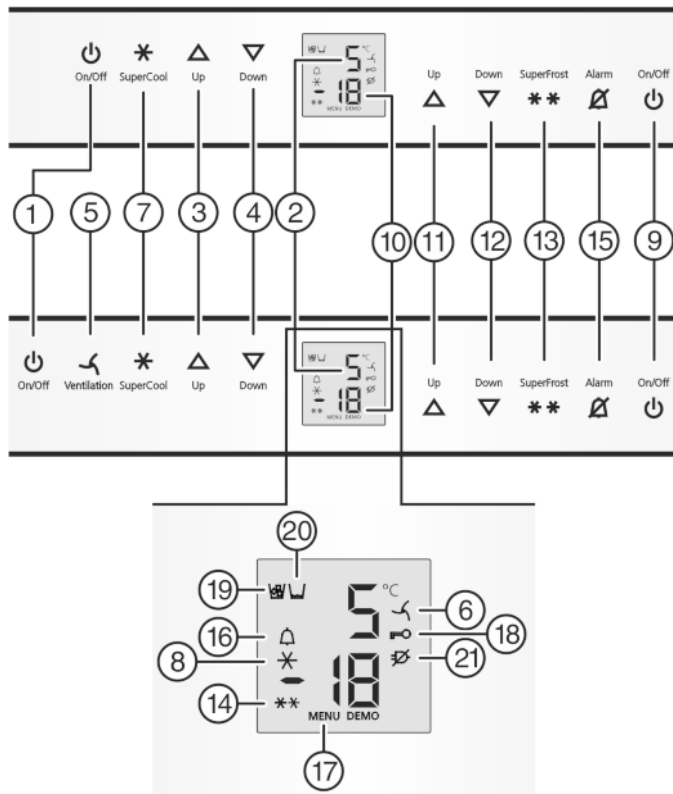

Fig. 2
- ▶ Taste On/Off Gefrierteil Fig. 2 (9) drücken.
- ▶ Taste On/Off Kühlteil Fig. 2 (1) drücken.
- ▷ Kühlteil ist eingeschaltet: Temperaturanzeige Kühlteil Fig. 2 (2) leuchtet. Beim Öffnen der Kühlteiltür geht die Innenbeleuchtung an.
- ▶ Einstellmodus aktivieren: Taste SuperFrost Fig. 2 (13) ca. 5 s drücken.
- ▷ Das Symbol Menu Fig. 2 (17) leuchtet.
- ▶ Die Taste SuperFrost Fig. 2 (13) kurz drücken, um zu bestätigen.
- ▶ Zum Einschalten der Kindersicherung Taste SuperFrost Fig. 2 (13) kurz drücken.
- ▷ Das Symbol Kindersicherung Fig. 2 (18) leuchtet. In der Anzeige blinkt **c**.
- ▶ Zum Ausschalten der Kindersicherung Taste SuperFrost Fig. 2 (13) kurz drücken.
- ▷ Das Symbol Kindersicherung *Fig. 2 (18)* erlischt. In der Anzeige blinkt **c**.
- ▶ Einstellmodus deaktivieren: Taste On/Off Gefrierteil *Fig. 2 (9)* drücken.
- ▶ Taste Alarm *Fig. 2 (15)* drücken.
Gleichzeitig blinkt die Temperaturanzeige und das Symbol Alarm *Fig. 2 (16)*.
Der Tonwarner verstummt automatisch, das Symbol Alarm *Fig. 2 (16)* geht aus und die Temperaturanzeige hört auf zu blinken, wenn die Temperatur wieder ausreichend kalt ist.